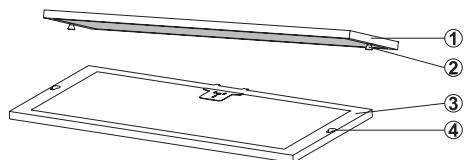

Abb. 21
2. Auf der Rückseite des Metallfettfilters ist der Aktivkohlefilter aufgesetzt. Schieben Sie ihn zur Seite um es zu entnehmen (Abb. 21).